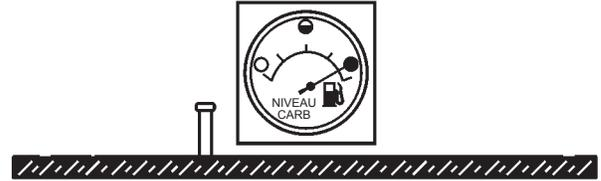

Figure 20. Réservoir de carburant plein
5. **NE JAMAIS trop remplir le réservoir** — Il est important de lire la jauge de carburant lors du remplissage du réservoir de carburant de la remorque. **NE PAS** attendre que le carburant soit visible dans la goulotte de remplissage (Figure 20).